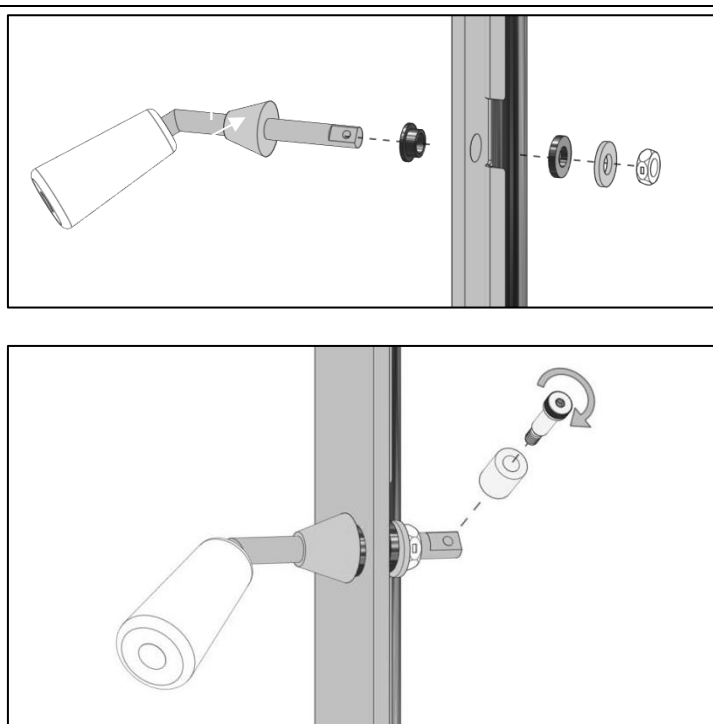

Figure 15 Installation de la poignée de porte
2. Tel que montré à la Figure 15, placez le manchon à épaulement sur la tige de la poignée entre le cône et le devant de la porte de façon à ce que le manchon traverse l'épaisseur de la porte. La rondelle de bronze va sur la tige de poignée mais du côté arrière de la porte.